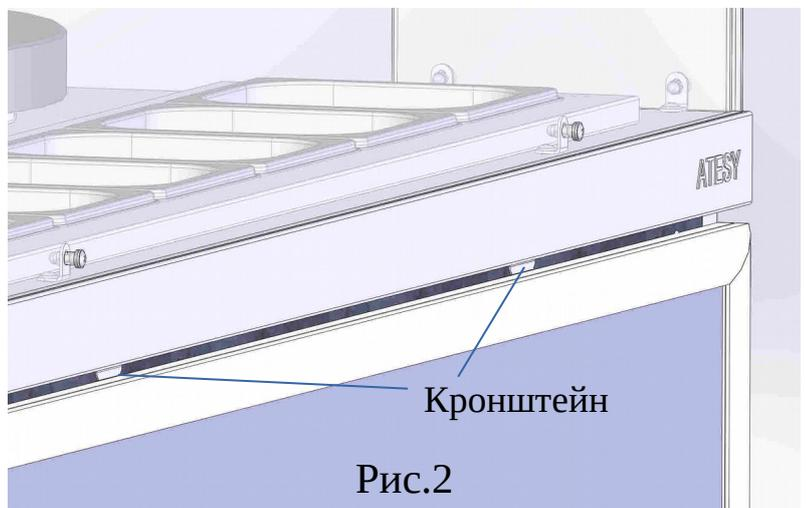
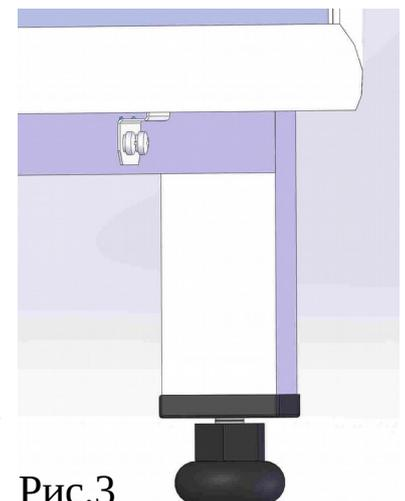

Рис.2
Рис.3
4.4 Установите кронштейны, расположенные под столешницей (рис.2), в паз на верхней грани световой панели. Снизу панель зафиксируйте кронштейнами из комплекта поставки, прикрепив их винтами к нижней перекладине каркаса станции (рис.3).